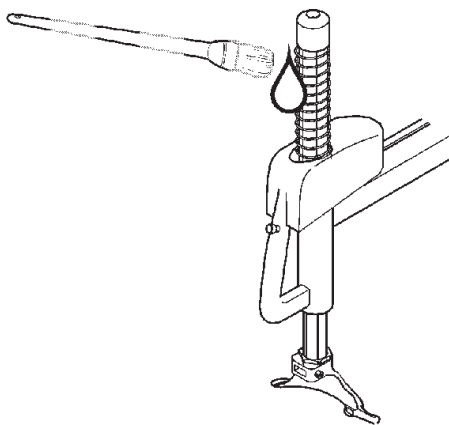

Fig. 6.0-1
A. Limpie periódicamente la barra hexagonal vertical con detergente líquido. Después, lubrique inmediatamente con un aceite de lubricación ligero (Fig. 6.0-1).